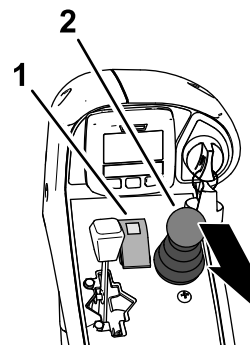

Figure 48
1. Placez la commande de PDF à la position DÉSENGAGÉE (Figure 48).